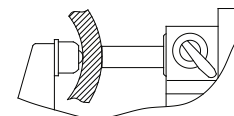

fig.4
6. Installare l'incudine sferica sull'incudine, il micrometro può misurare lo spessore del tubo (fig. 4).